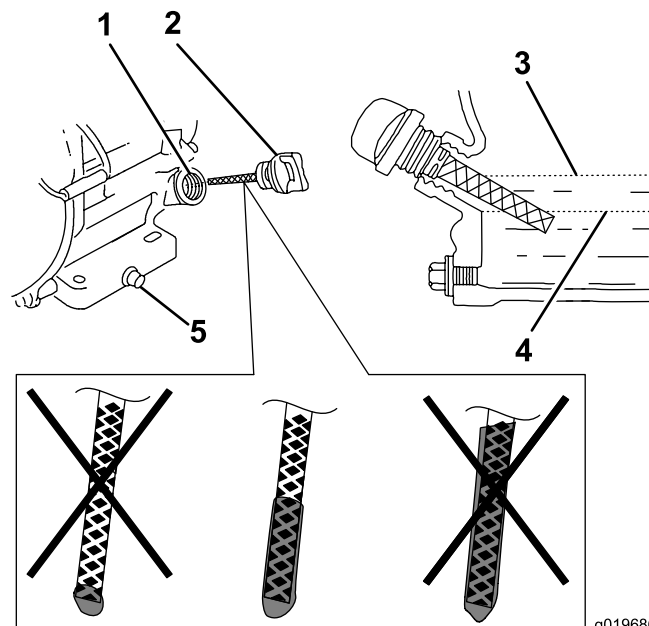

Figure 18
3. Nettoyez la surface autour du bouchon de remplissage-jauge de niveau d'huile (Figure 18).
4. Dévissez le bouchon de remplissage-jauge de niveau d'huile (Figure 18) et retirez-le.
**Remarque:** Si le niveau d'huile est près ou en dessous du repère inférieur sur la jauge, ajoutez juste assez de l'huile spécifiée pour faire monter le niveau jusqu'au repère supérieur (base de l'orifice de remplissage); voir Figure 18.
7. Contrôlez le niveau d'huile (Figure 18).
8. Remettez en place le bouchon de remplissage-jauge de niveau d'huile et essuyez l'huile éventuellement répandue (Figure 18).
4. Remplissez le carter moteur de l'huile spécifiée; voir la Figure 18 à la rubrique Contrôle du niveau d'huile moteur (page 21).